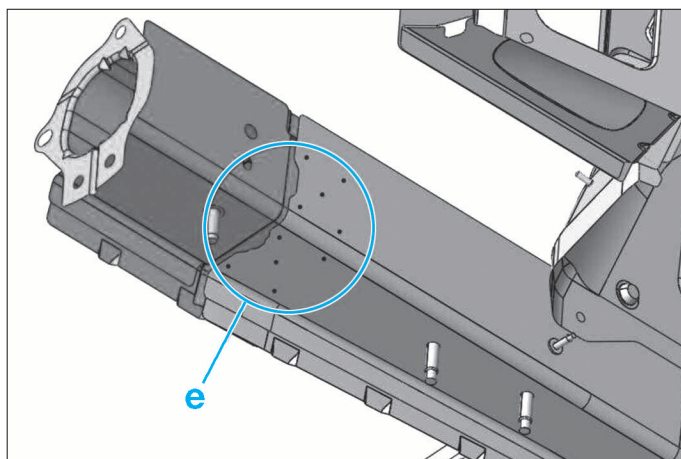

FIG. 132
- Fraiser les 10 points (e) (Fig.132).